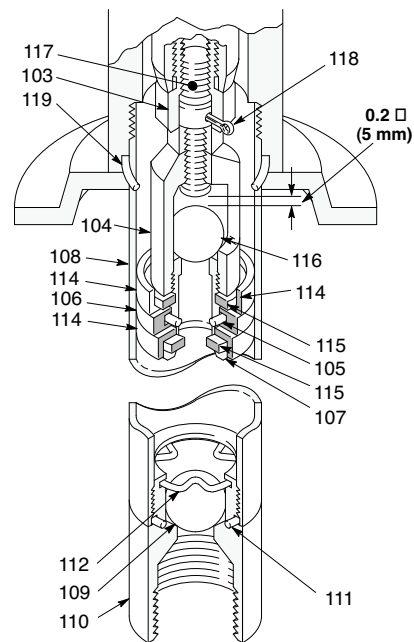

Рис. 14
См. Рис. 14.
4. Закрепите корпус поршня (104) в тисках. Отвинтите седло поршня (107) и снимите уплотнения.
5. Нанесите консистентную смазку на новые уплотнения поршня и установите их по одному на седло поршня (107). Удостоверьтесь, что все детали ориентированы, как на Рис. 14. Установите шар (116). Нанесите жидкий резьбовой герметик на наружную резьбу седла (107) и навинтите корпус поршня (104).
6. Снимите шариковый фиксатор (112) с узла впускного корпуса, взяв за свободную сторону и потянув к центру корпуса. Осмотрите шар (109) и седло и замените при необходимости.
ПРИМЕЧАНИЕ: Если снималась гайка (103) или изменялось ее положение, проверьте ход шара. Он должен составлять 5 мм (0,2 дюйма), как показано на Рис. 14.
- Для подключения поршня к насосу ввинтите соединительный шток (117) в шток поршневого насоса (34). Установите шплинт (118). Удостоверьтесь, что уплотнительное кольцо (119), расположенное в нижней части переходника (43), находится в хорошем состоянии. Вставьте цилиндр в переходник и соедините резьбовое соединение. Закрутите насос с помощью ленточного ключа для окончательной затяжки (Рис. 14).